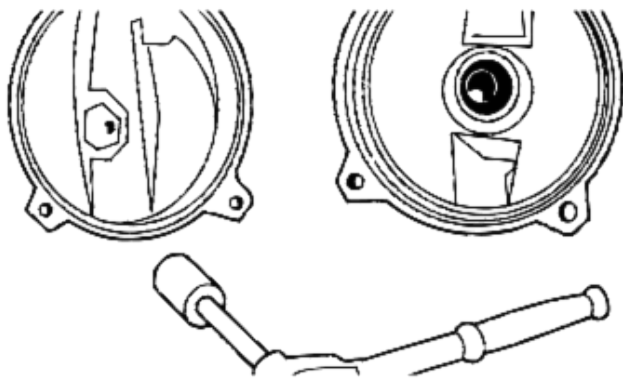

Figura 14: Retire la boquilla
8. La boquilla en los modelos de 1/2 HP se puede quitar de la carcasa de la bomba con cualquier llave de tubo estándar de 1-1/4" con una extensión (Figura 14). En los modelos de 3/4 y 1 HP, el tubo venturi y la boquilla se pueden quitar de la misma manera usando un tubo de 27/32" para el venturi y un tubo de 9/16" con extensión para la boquilla.